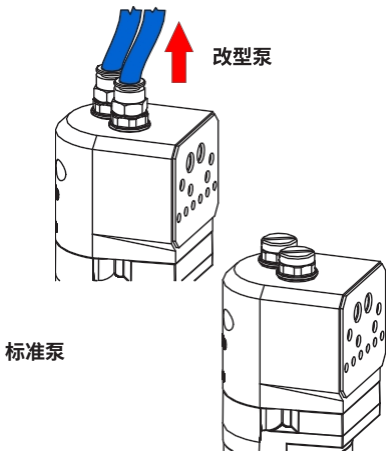

图 15 拆卸 清洗空气管路
1. 参见图 15。进行换色以清除泵中的旧粉末，然后释放系统气压并断开清洗空气管路。